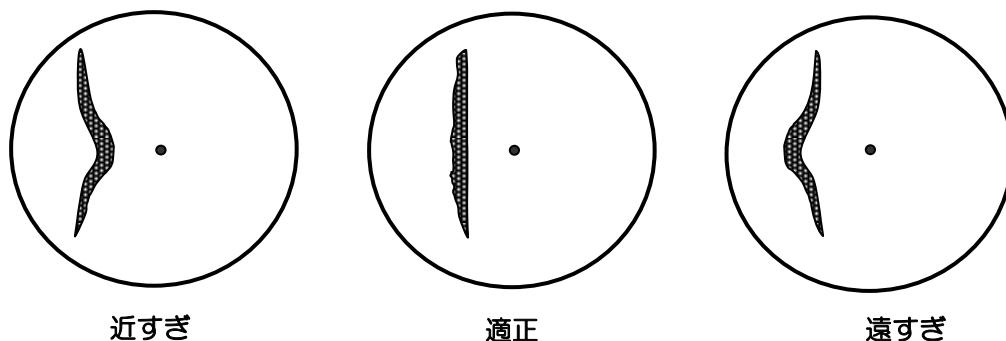

図 4.1 映像距離調整による映像変化
- (1) **送信**状態で 0.25NM レンジに設定します。
- (2) **メニュー**キーを押して、**トラックボール/ジョイスティック**で [メンテナンス] => [設置時メニュー] => [距離調整] => [数値入力枠] を表示します。
- (3) **トラックボール/ジョイスティック**を上下に操作して数値を変化させ、図 4.1 の“適正”のように直線状の物標が画面上で直線に表示されるように調整してください。
- (4) **決定**キーを押して、調整を終了してください。